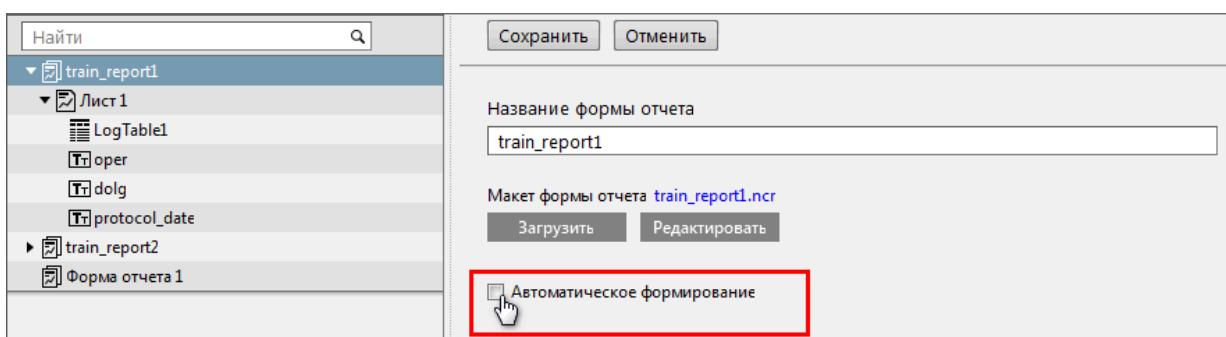

Рисунок 159 - Автоматическое формирование
6. На вкладке **Отчеты** у выбранного для автоматической отправки отчета выделите **Автоматическое формирование** (Рисунок 159).